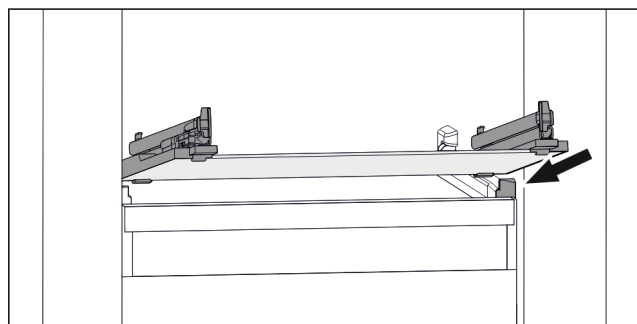

Fig. 72 Exempel på glashylla
- ▶ Sätt på glashylla i vinkel bakom stoppklackarna. (se Fig. 72)